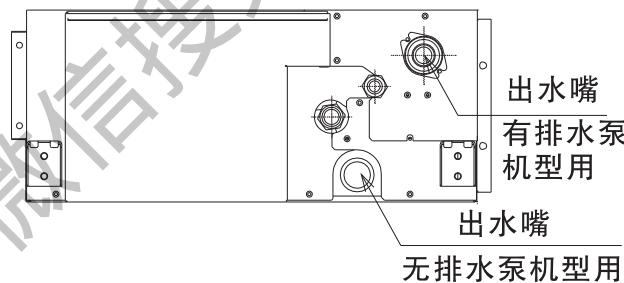

图 9-1
- (1) 排水管的连接位置见图 9-1、9-2。
- (2) 准备外径为32mm的聚氯乙烯管。
- (3) 用粘合剂和工厂提供的管箍③固定聚氯乙烯管到排水管⑦上，聚氯乙烯排水管向下倾斜度为 1/25~1/100。
- (4) 接好排水管后需裹保温材料⑧。
- (1) 排水管的连接位置见图 9-1、9-3。
- (3) 用粘合剂和工厂提供的管箍③固定聚氯乙烯管到排水管接头上, 聚氯乙烯排水管向下倾斜度为 1/25~1/100。
- (5) 如需追加外接排水泵, 请与日立公司联系, 使用本公司指定的型号。